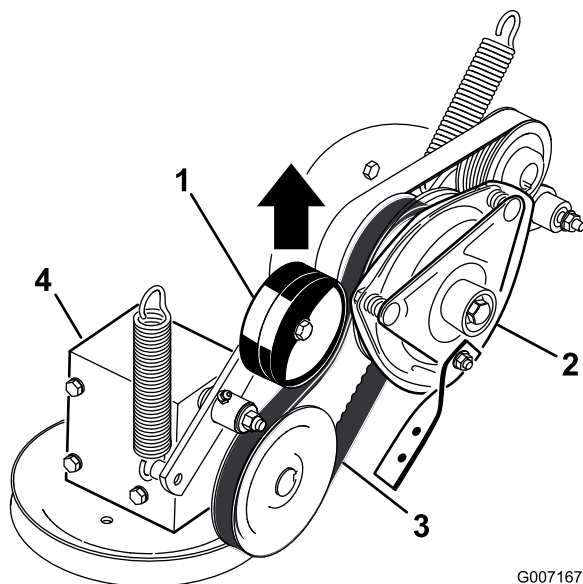

Figure 52
5. Tirez sur la poulie de tension rappelée par ressort de la courroie d'entraînement de PDF et déposez la courroie de la poulie d'embrayage (Figure 52).
17. Tirez sur la pulley de tension rappelée par ressort de la courroie d'entraînement de PDF et placez la courroie sur la poulie d'embrayage (Figure 52).